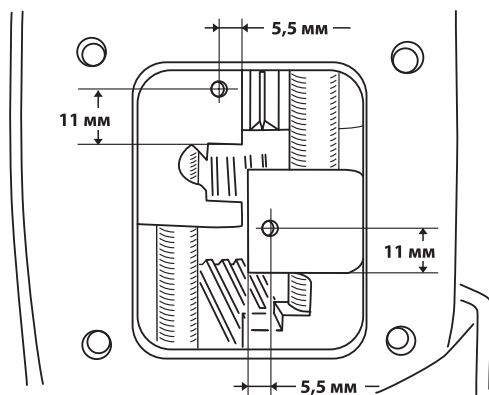

Рис. 16
- б.** в вилках переключения просверлите отверстия согласно Рис. 16.